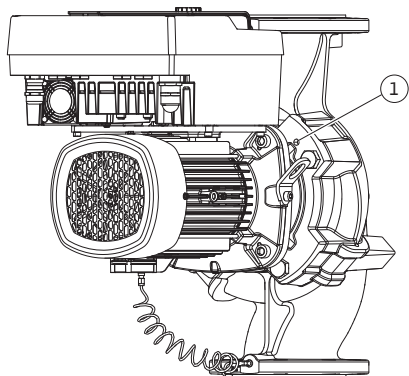

Fig. 11: Moottori-juoksupyöräyksikön painaminen irti kierrereikien (DN 100...DN 125) kautta
5. Irrota moottori-juoksupyöräyksikkö (katso Fig. 4) pumpun pesästä. Avaa sitä varten kaikki ruuvit (DN 32...DN 80: Fig. I, pos. 29; DN 100...DN 125: Fig. II, pos. 29). Paina moottori-juoksupyöräyksikkö irti pumpun pesästä. Käytä mittoja DN 80...DN 125 varten kahta kierrereikää (Fig. 11, pos. 1). Irrota kiinnitys kiertämällä sopivan pituiset M10-ruuvit kierrereikiin.
5. Paina moottori-juoksupyöräyksikkö (katso Fig. 4) ulos pumpun pesästä. Käytä siihen kahta kierreikää (katso Fig. 11). Irrota kiinnitys kiertämällä sopivan pituiset M10-ruuvit kierreikiin.
7. Irrota kaksi suojalevyn lukitusruuvia (Fig. II, pos. 27) ja poista suojalevy.
8. Vie kiintoavain, jonka avainväli on 27 mm, tiivistelaipan ikkunaan ja pidä akselia avainpintojen välissä (Fig. II, pos. 16). Irrota juoksupyörän mutterit (Fig. II, pos. 22). Vedä juoksupyörä (Fig. II, pos. 21) sopivalla ulosvetimellä akselilta.
9. Irrota paine-eroanturin kiinnityslevy (Fig. I, pos. 13) moottorilaipasta avaamalla ruuvi (Fig. II, pos. 10). Jätä paine-eroanturi (Fig. I, pos. 8) kiinnityslevyineen (Fig. I, pos. 13) riippumaan paineenmittausjohtoihin (Fig. I, pos. 7). Irrota tarvittaessa elektroniikkamoduulissa olevan paine-eroanturin liitäntäkaapeli.
10. Avaa ruuvit (Fig. II, pos. 10 ja pos. 10a).
11. Irrota tiivistelaippa kaksivartisella ulosvetimellä (yleisvetimellä) moottorin keskiöntiosasta ja vedä se pois akselistä. Liukurengastiiviste (Fig. I, pos. 25) irtoaa samalla. Vältä tiivistelaipan kääntymistä kulmittain väärään asentoon.
12. Jos liukurengastiiviste on vaurioitunut, paina liukurengastiivisteiden vastarengas (Fig. I, pos. 26) pois tiivistelaipassa olevasta kiinnityskohdasta. Aseta tiivistelaippaan uusi vastarengas.